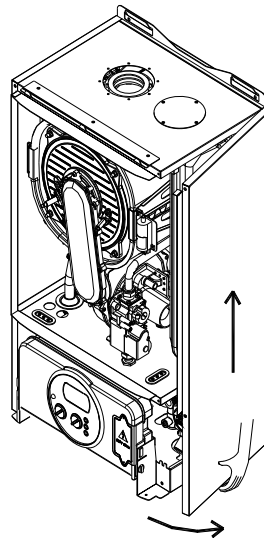
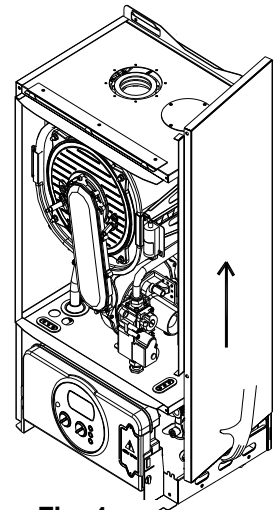

Fig. 3
Fig. 4
- Saisir la base du panneau et après l'avoir déplacé vers le côté (fig. 3), le retirer en le levant (fig. 4)
**Circulateur** (corps moteur) (fig. 3)